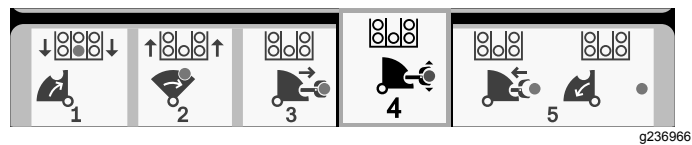

Figure 35
8. Relâchez le bouton pour passer à l'étape suivante dans la séquence (Figure 35).